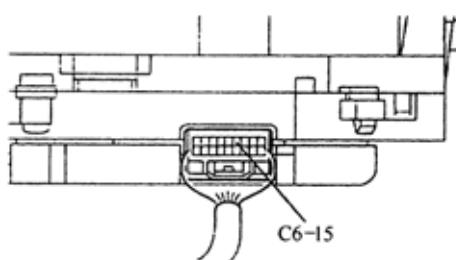
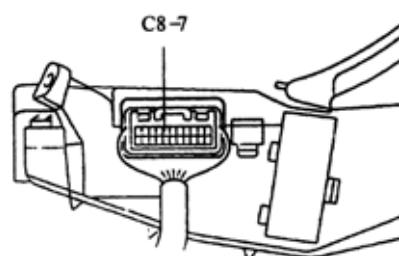

图 9-80
图 9-81
(2) 使用示波器检查组合仪表输入波形(参考) , 如图 9-80、图 9-81 所示。